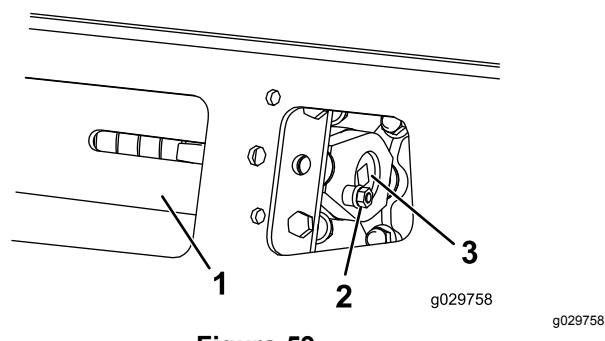
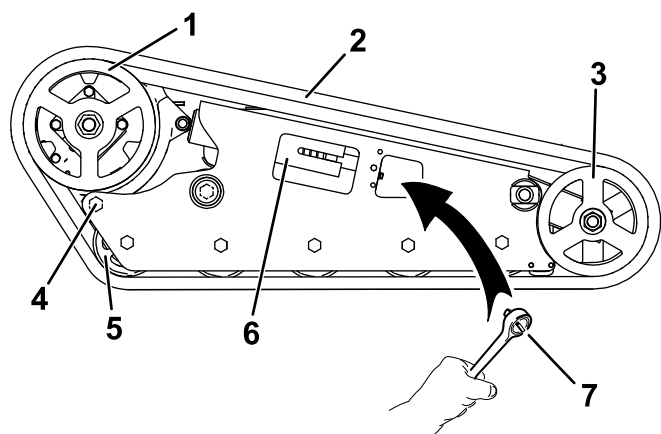

Figura 59
Figura 60
3. Retire el perno de bloqueo y la tuerca (Figura 59).
5. Alinee la muesca más próxima del tornillo tensor con el taladro del perno de bloqueo, y fije el tornillo con el perno de bloqueo y la tuerca (Figura 59).
4. Retire el perno de bloqueo y la tuerca (Figura 59).
5. Usando una llave de carraca de ½", alivie la tensión en la oruga girando el tornillo tensor en sentido horario (Figura 59 y Figura 60).
6. Afloje el perno trasero, cerca de la rueda motriz (Figura 60).
8. Cuando haya retirado la oruga de la rueda delantera, retírela del piñón de arrastre y de las ruedas de rodaje (Figura 60).
9. Empezando en el piñón de arrastre, pase la oruga nueva alrededor del piñón, asegurándose de que los dientes de la oruga encajen entre los espaciadores del piñón (Figura 60).
10. Empuje la oruga por debajo de y entre las ruedas de rodaje (Figura 60).